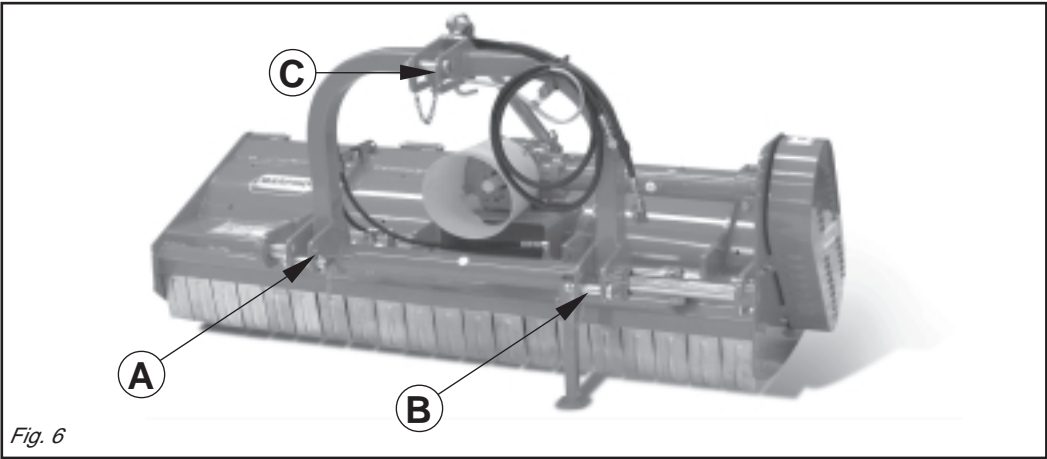

Fig. 6
The plates (A-B-C Fig. 6) are always mounted only as illustrated in Fig. 6, with the holes positioned in front of the square tube.
Die in Abb. 6 mit A-B-C angeführten Platten haben stets wie in dieser Abbildung aufgezeigt montiert zu werden - d.h. die Lochungen werden vor das Flachrohr gesetzt.
Les plaques (A-B-C Fig. 6) ne doivent être montées que comme illustré sur la Fig. 6 avec les trous positionnés à l'avant du tube carré.
Las placas (A-B-C Fig. 6) tienen que instalarse siempre y sólo como ilustrado en la Fig. 6, con los agujeros colocados adelante del tubo cuadrado.
- 1- Accostare le barre del sollevatore ponendole all'interno delle piastre (A-B-C Fig. 6), inserire il perno nel foro predisposto e bloccare con le copiglie a scatto.
- 1- *Near the lift bars, setting them in the most suitable plates (A-B-C Fig. 6). Insert the pin into the relative hole and lock in place with the snap-in split pins.*
- 1- Die Lenker des Krafthebers annähern und in die am besten geeigneten Platten schieben (A-B-C Abb. 6). Den Bolzen in das Loch stecken und mit dem einrastenden Splint blockieren.
- 1- *Approchez les barres du relevage en les plaçant à l'intérieur des plaques les plus appropriées (A-B-C Fig. 6), introduisez l'axe dans le trou correspondant kdébloquez par les goupilles à encastrement.*
- 1- Acercar las barras del elevador poniéndolas dentro de las placas más indicadas (A-B-C Fig. 6), introducir el perno en el orificio y bloquear con los pasadores de resorte.
- 4 - Collegare il terzo punto superiore (C Fig. 6) ed effettuare una corretta regolazione con il tirante, verificando che il piano superiore della macchina risulti parallelo al piano terra. Ciò è molto importante allo scopo di ottenere il parallelismo tra asse albero presa di forza della macchina e quello della presa di forza del trattore. Operare in queste condizioni significa limitare le sollecitazioni sulla presa di forza stessa e prolungare la durata dell'albero cardanico e della macchina stessa.
- 4 - Connect the upper third-point (C Fig. 6) and correctly regulate by means of the adjuster, checking that the upper surface of the machine is parallel to the ground. This is very important since it achieves parallelism between the axis of the machine and that of the tractor pto.
- 4 - Den oberen Kupplungspunkt (C Abb. 6) anschließen und den oberen Lenker korrekt einstellen. Sicherstellen, daß die obere Haubenkante der Maschine parallel zum Boden steht. Das ist sehr wichtig, um die Parallelität zwischen der Achse der Maschine und der der Schlepper-Zapfwelle zu erhalten. Wenn diese Parallelität gegeben ist, wird die Zapfwelle weniger belastet und das Leben von Gelenkwelle und Gerät wird verlängert.
- 4 - Reliez le troisième point supérieur (C Fig. 6) et réglez correctement à l'aide du tirant. Assurez-vous que le plan supérieur de la machine soit pratiquement parallèle au terrain. Ceci est très important en vue d'obtenir le parallélisme entre l'axe de la houe et celui de la prise de force du tracteur. Travailler dans ces conditions signifie limiter les sollicitations sur la prise de force et prolonger la durée de l'arbre à cardans, mais aussi de la machine.